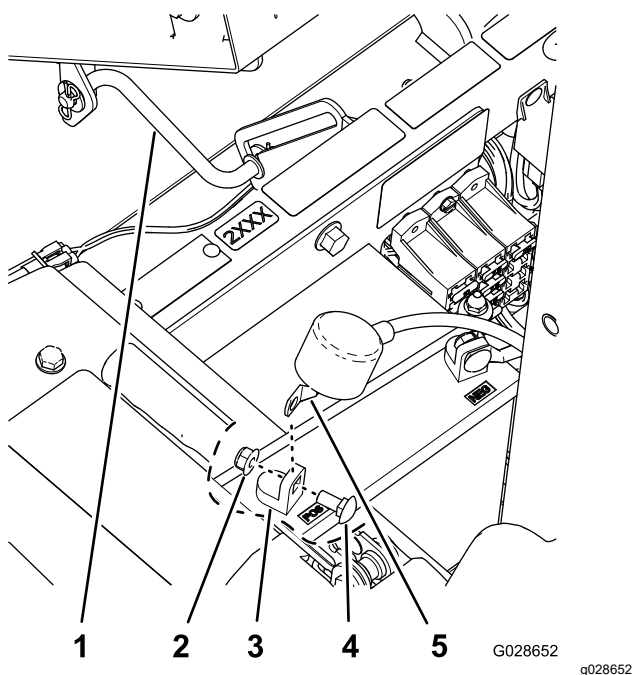

Figura 28
1. Înclinai scaunul operatorului în față i fixai-l cu tija de susinere (Figura 28).
2. Îndepărtați contrapiuliă cu guler, urubul de fixare i cablul pozitiv de pe baterie (Figura 28).
3. Conectați cablul pozitiv la baterie (Figura 28).
4. Coborâți scaunul operatorului (Figura 28).